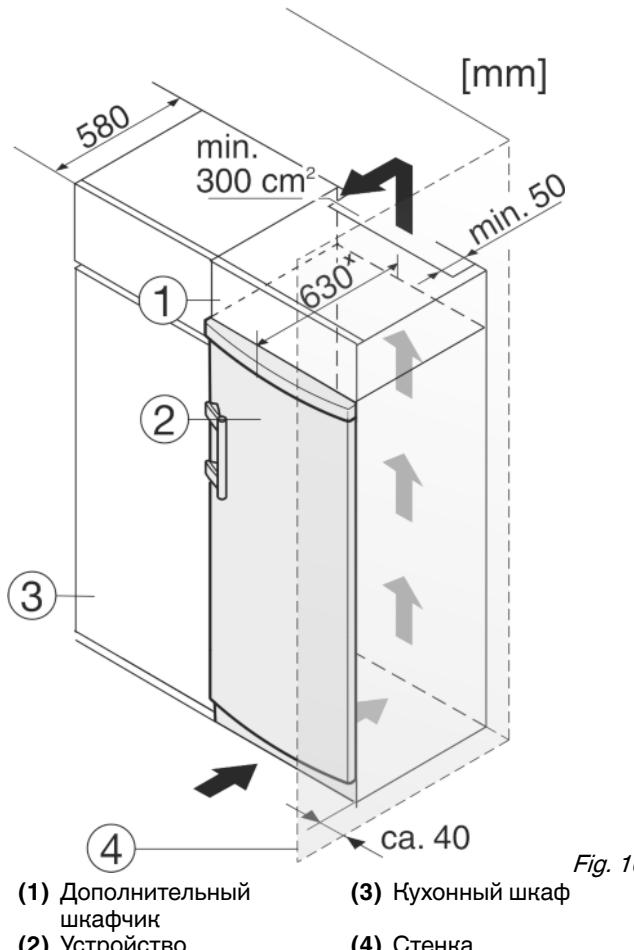

Fig. 10
Если устройство установлено на шарнирах у стены Fig. 10 (4), то расстояние между устройством и стеной должно быть не менее 40 мм. Настолько выступает ручка при открытой дверце.
(4) Стенка
Устройство может быть окружено кухонными шкафами. Чтобы уравнять устройство Fig. 10 (2) по высоте с кухонной стенкой, можно установить над устройством дополнительный шкафчик Fig. 10 (1).
При комбинировании с кухонными шкафами (глубина макс. 580 мм) устройство можно установить непосредственно рядом с кухонным шкафом Fig. 10 (3). Устройство выступает сбоку на 34 мм и по центру на 50 мм относительно передней стенки кухонного шкафа.